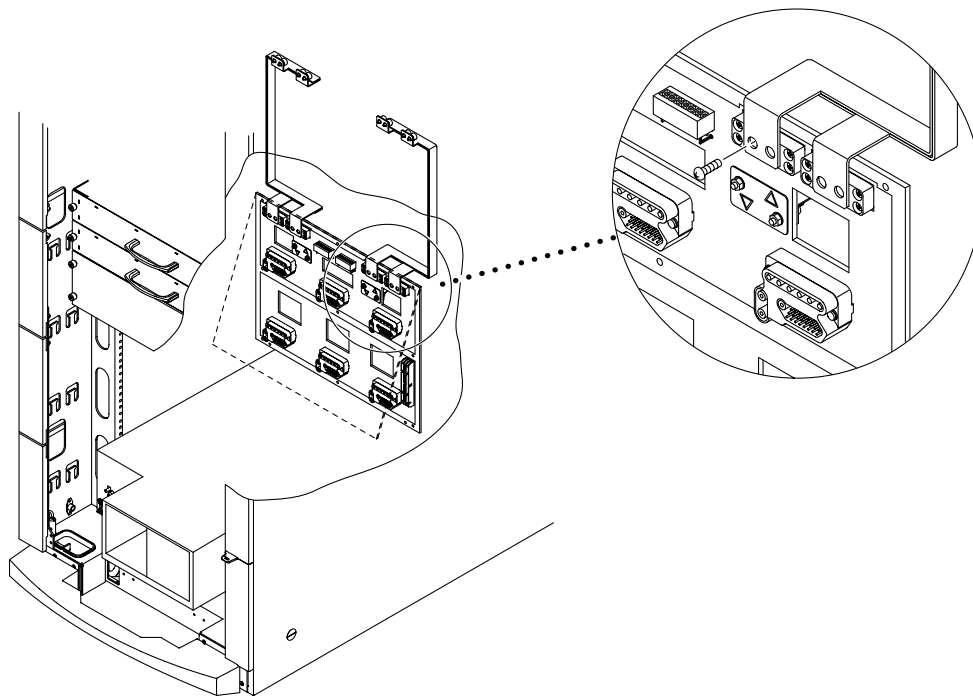

図 12-12 電源センタープレーンバスバーを固定しているねじの取り外し
d. バスバーを取り外します (図 12-12)。
2. 次の手順で、左右のバスバーを取り付けます (12-10 ページの図 12-12)。